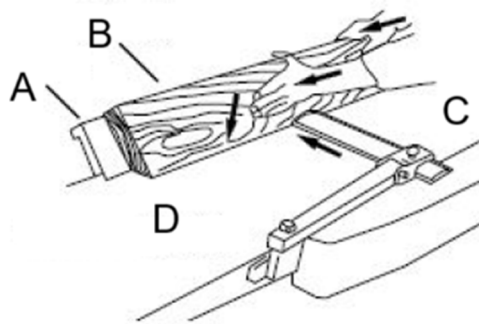

Figura 20
5. Passe o material pelo cabeçote de corte, certificando-se de que a face do material esteja completamente plana contra a guia e que a borda esteja fazendo contato firme nas mesas de entrada e saída (Figura 20).